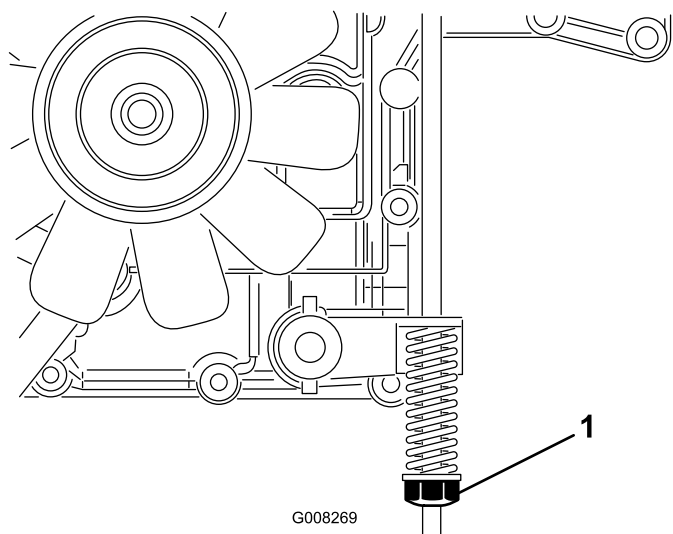

Figure 33
Le frein de stationnement se trouve du côté droit de l'essieu arrière, à l'intérieur du pneu arrière (Figure 33).
3. Tournez l'écrou de réglage dans le sens horaire jusqu'à ce qu'il soit impossible de pousser la machine (Figure 33).